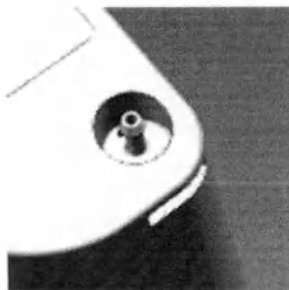

Рисунок 5: Установка выходного отверстия
3. Вставьте специальный ключ (комплект для замены выходного фильтра и поверните по часовой стрелке, пока выходное отверстие для каниюли не будет затянута, как показано на рисунке (Рисунок 5).